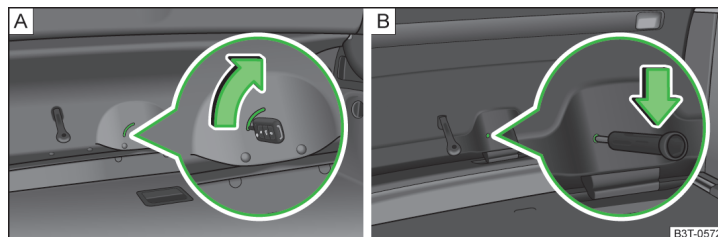

Fig. 191 Descuierea de urgență: Superb / Superb Combi
- Introduceți cheia în fanta din capitonaj, până la capăt » fig. 191 - **A**.
- › Introduceți o șurubelniță sau o altă sculă asemănătoare, în orificiul din capitonaj, până la limită » fig. 191 - [B].